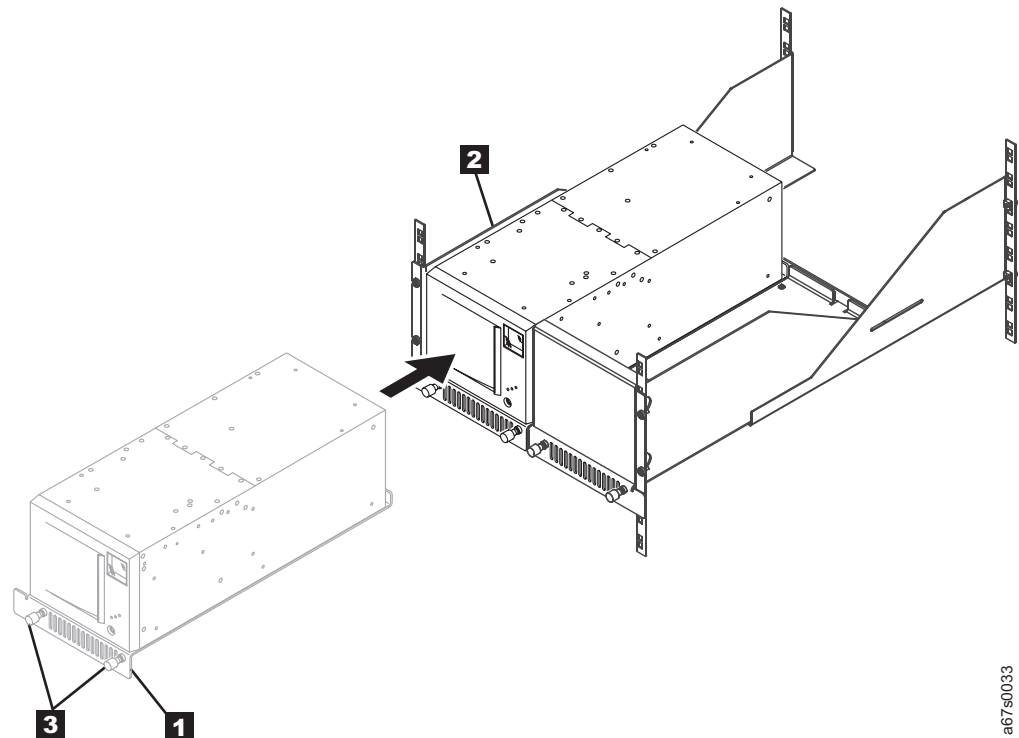

Abbildung 39. Schlitten in Gehäuseeinbaufach installieren
1. Schieben Sie den Schlitten (**1** in Abb. 39) in das Gehäuseeinbaufach **2**.